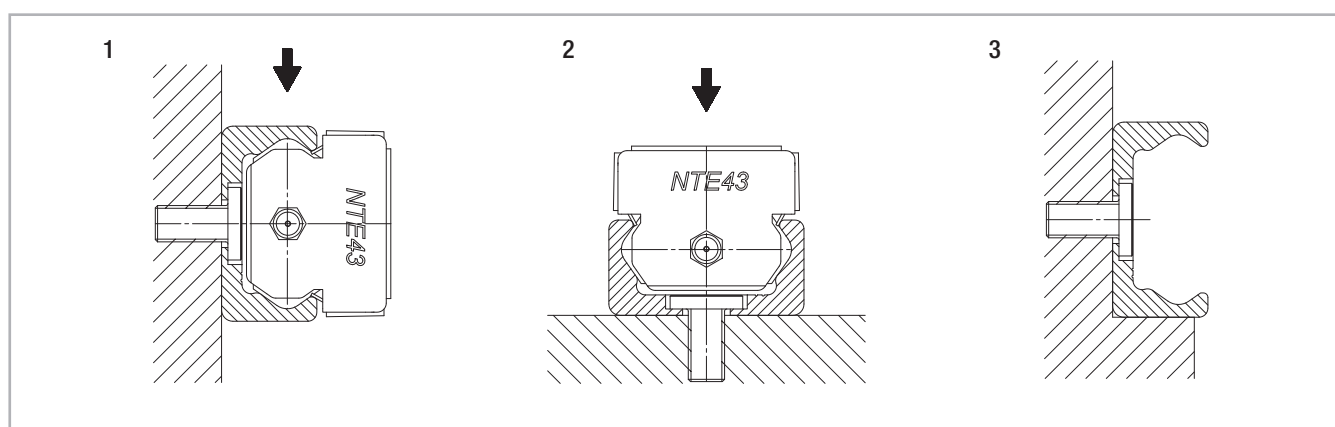

Fig. 99
Le guide T e K possono essere montate in due posizioni in relazione alla forza esterna. In caso di sollecitazione assiale del cursore (fig. 99, pos. 2) la capacità di carico ammissibile si riduce per via dei cuscinetti radiali impiegati. Se possibile, montare pertanto le guide in modo che il carico risultante agisca sui perni volventi in direzione radiale (fig. 99, pos. 1). Il numero di fori di fissaggio nella guida è dimensionato in relazione ai valori di capacità di carico. Si raccomanda l'uso di viti con classe di resistenza 10.9. In caso di applicazioni critiche con vibrazioni o requisiti elevati di rigidità è utile prevedere un supporto della guida (fig. 99, pos. 3).